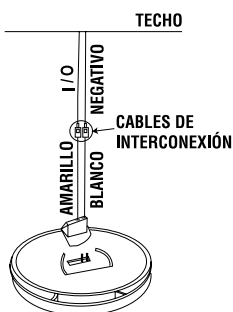

FIGURA 6A
3. Antes de eliminar o devolver la unidad para darle servicio, se deberá desactivar la batería. Inserte el bloque terminal incluido con los cables de color azul por la parte posterior de la unidad. Vea la Figura 6A. Una parte del bloque se calentará. Esto es normal. Esto desactivará la batería y permitirá que la unidad pueda eliminarse o enviarse a servicio.
5. Las Alarmas de humo Firex que se venden con baterías de larga vida de litio deben reemplazarse aproximadamente cada diez (10) años. Reemplace las unidades aproximadamente cada diez (10) años, o cuando empiece a sonar la señal de la batería.